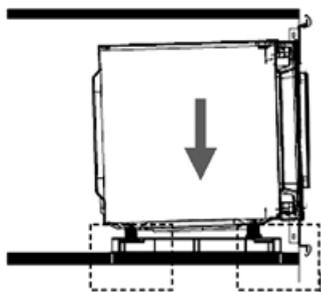

Rys. 2
2. Za pomocą śrub należy przymocować w rogach szafki uchwyty ramki (Rys. 2). Dokładne położenie można określić poprzez przyłożenie małego szablonu.